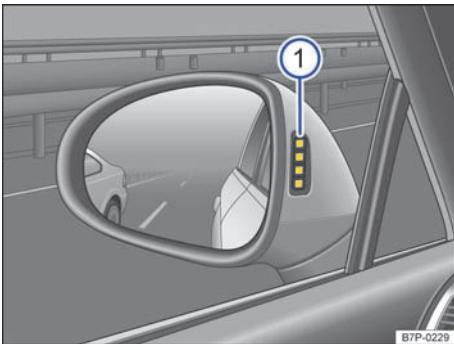

图 207 车外后视镜中的显示
换车道时，如果该系统认为情况危险，则通过汽车相应侧车外后视镜中的显示 → 图 207 ① 警告驾驶员有碰撞危险。